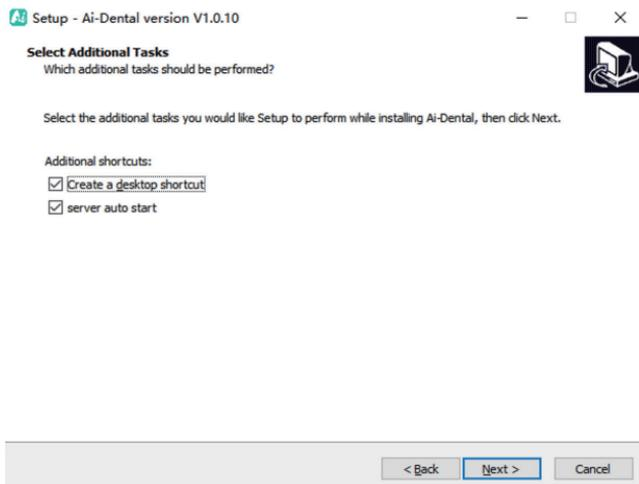

Figura 7
3.1.6 ConFigura si desea crear un acceso directo en el escritorio y el inicio automático del servidor, haga clic en el botón "Siguiente" después de completar, como se muestra en la Figura 7: